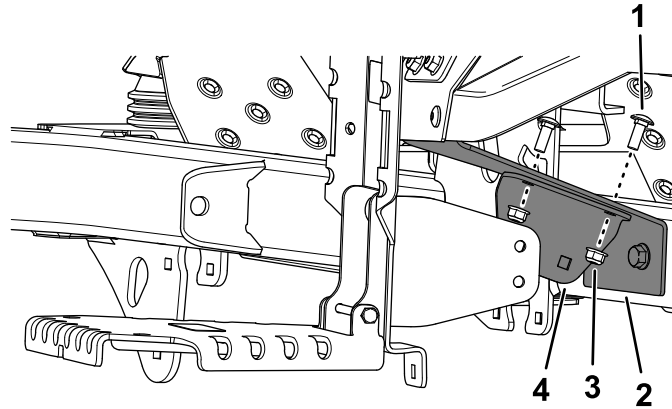

Figure 9
4. Fixez le support intérieur au support de boîtier à l'aide de 2 boulons de carrosserie (5/16" x 7/8") et de 2 écrous (5/16"), comme montré à la Figure 9.